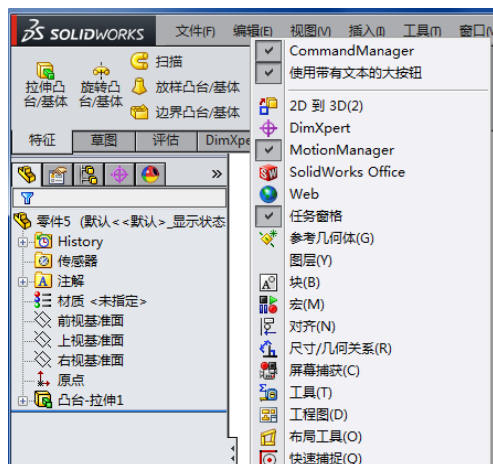

图 1-29 “工具栏”快捷菜单
(1) 执行命令。在操作界面的工具栏中单击鼠标右键，系统会出现设置工具栏的快捷菜单，如图 1-29 所示。